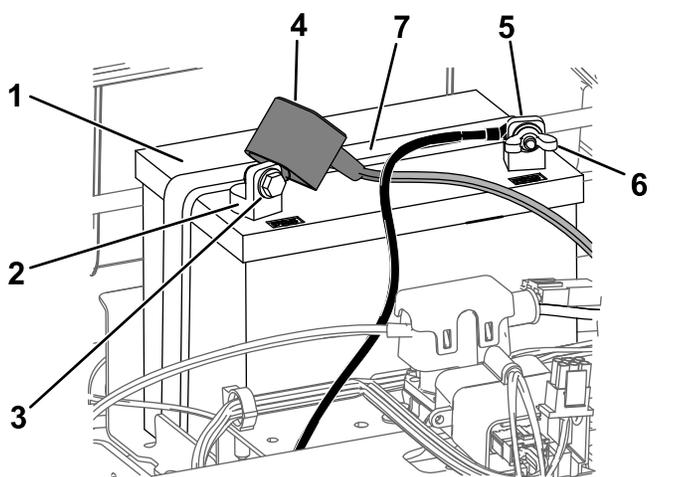

Figura 50
4. Deconectați cablul negativ (negru) de legare la masă de la suportul bateriei (Figura 50).
6. Deconectai cablul pozitiv (rou) de la borna bateriei (Figura 50).
7. Scoatei elementul de fixare a bateriei (Figura 50) și ridicai bateria din compartimentul său.
1. Amplasai bateria în compartimentul său (Figura 50).
5. Fixezi bateria cu elementul de fixare (Figura 50).